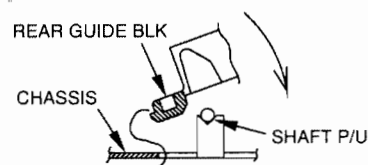

Fig. 3-5
- Reinstall the REAR GUIDE BLK after hooking the 2 claws on the chassis. (Fig. 3-5).
- REAR GUIDE BLK は、2箇所 のツメをシャーシに引っ掛けてから取り付ける。(Fig. 3-5)